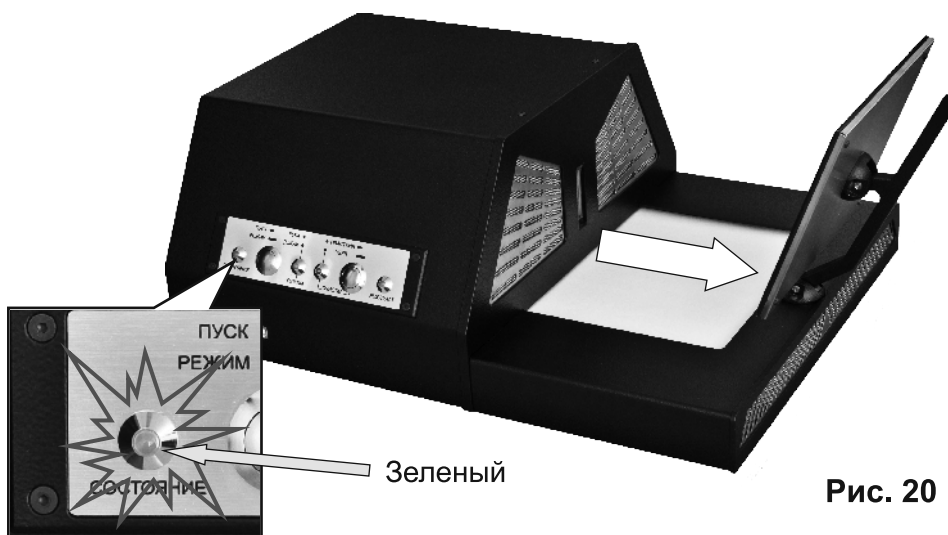

Рис. 20
7. По завершении анализа пробоотборная пластина возвращается в исходное положение. Индикатор «Состояние» меняет цвет свечения с *красного на зеленый* (Рис. 20).